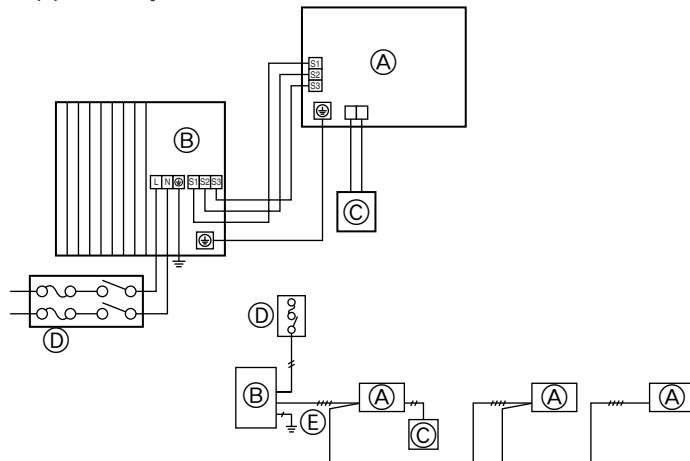

Fig. 6-1
6.1. Önlemler (Fig. 6-1)
- ①, ⑤ için genellikle sigortasız devre kesiciyle toprak koruması [ELB] yapılır.